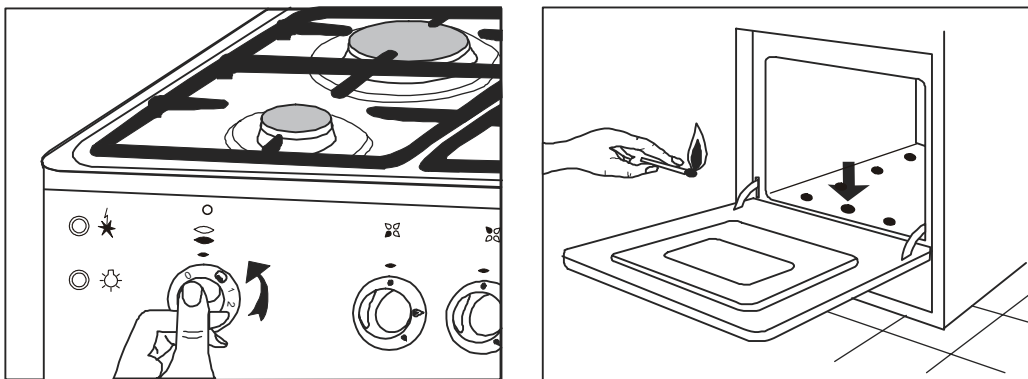

Bild 19
- mit dem Backofenschalter den Gasdurchfluß öffnen, und während dieser eingedrückt bleibt, das Streichholz an die Zündöffnung anlegen (Bild 19); nach der Gasanzündung den Hahngriff noch etwa 10 Sekunden lang eingedrückt halten, damit der Gasauströmschutz betätigt werden kann.